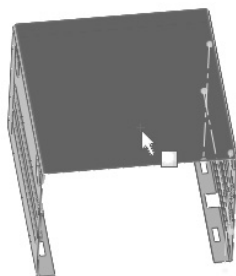

图 10-219 选择绘图基准面
27) 选择基准面。单击钣金件的底面, 单击“标准视图”工具栏中的 (正视图) 按钮, 将该基准面作为绘制图形的基准面, 如图 10-219 所示。